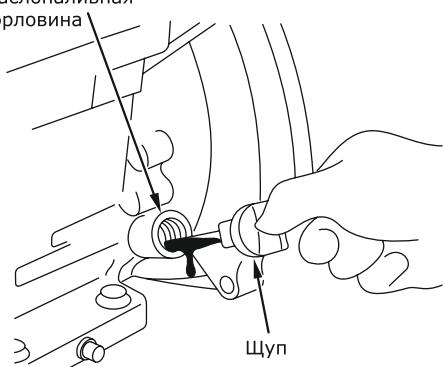

Рис. 3
- Каждый раз перед запуском двигателя и через каждые пять часов работы двигателя проверяйте уровень масла. Поддерживайте уровень масла между отметками **Min** и **Max** на масляном щупе или по краю маслоналивной горловины (рис. 3).